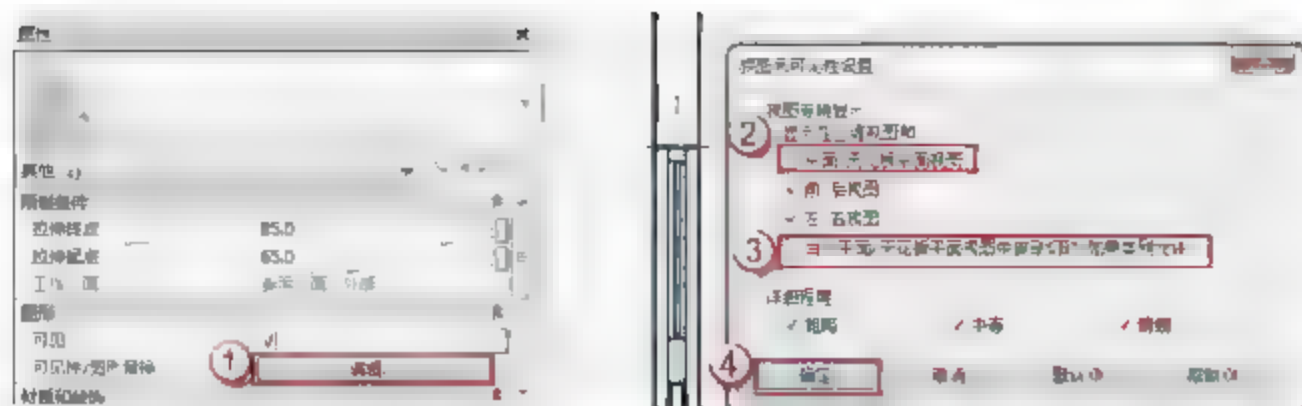

图 6.2.26 修改 FM1534 乙上部窗户玻璃的可见性
(24) 修改 FM1534 乙上部窗户玻璃的可见性。在 FM1534 乙上部窗户玻璃的“属性”面板中，单击“图形”栏“可见性/图形替换”后的“编辑”按钮，弹出“族图元可见性设置”对话框，取消“平面/天花板平面视图”和“当在平面/天花板平面视图被剖切时(如果类别允许)”复选框的选择，单击“确定”按钮，如图 6.2.26 所示。